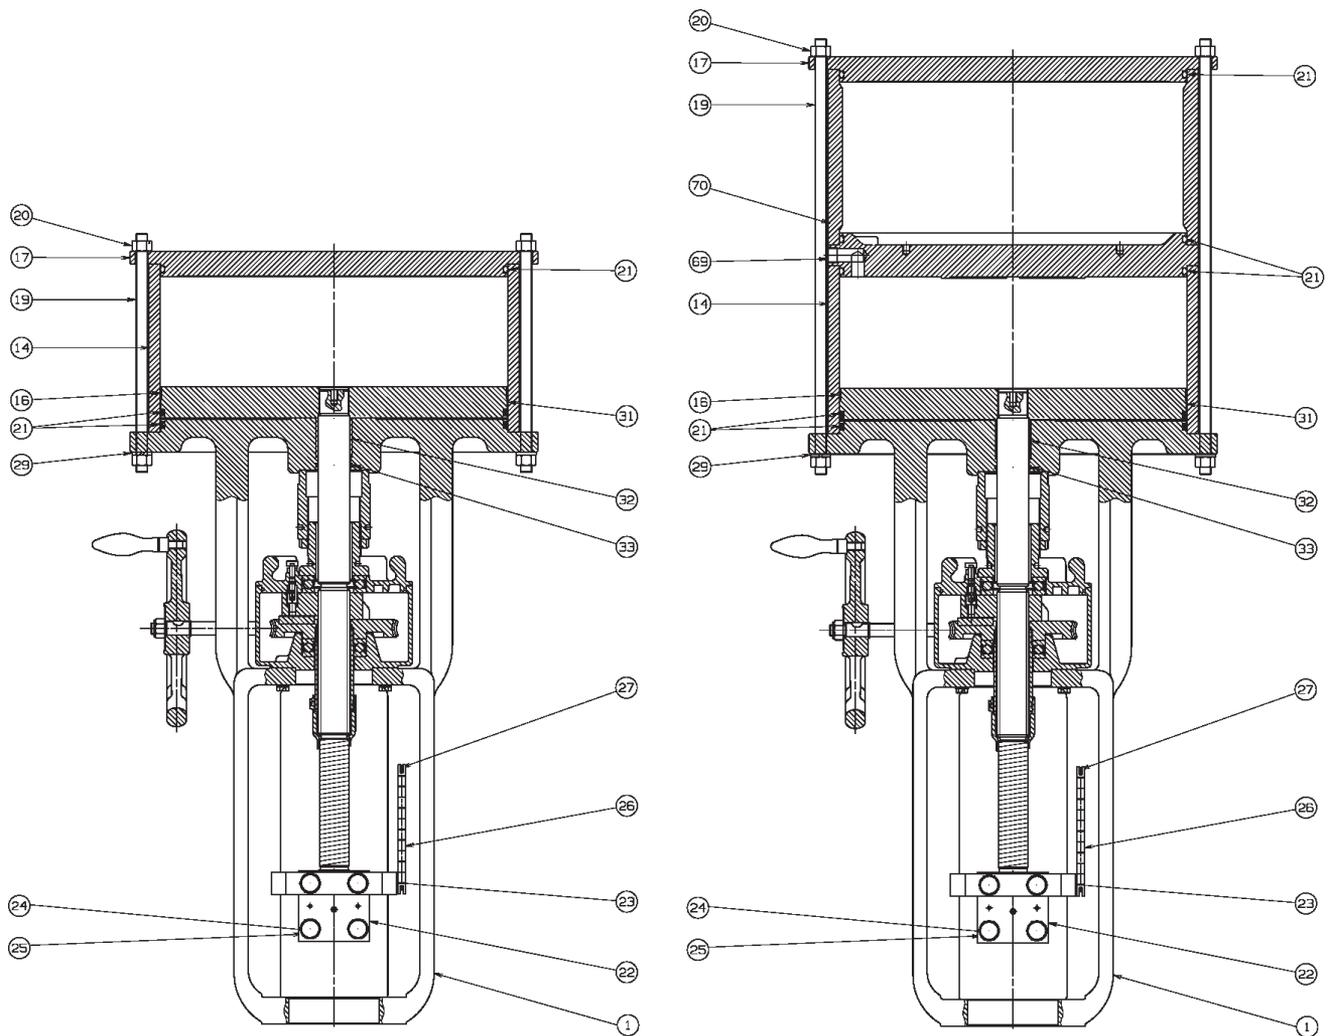
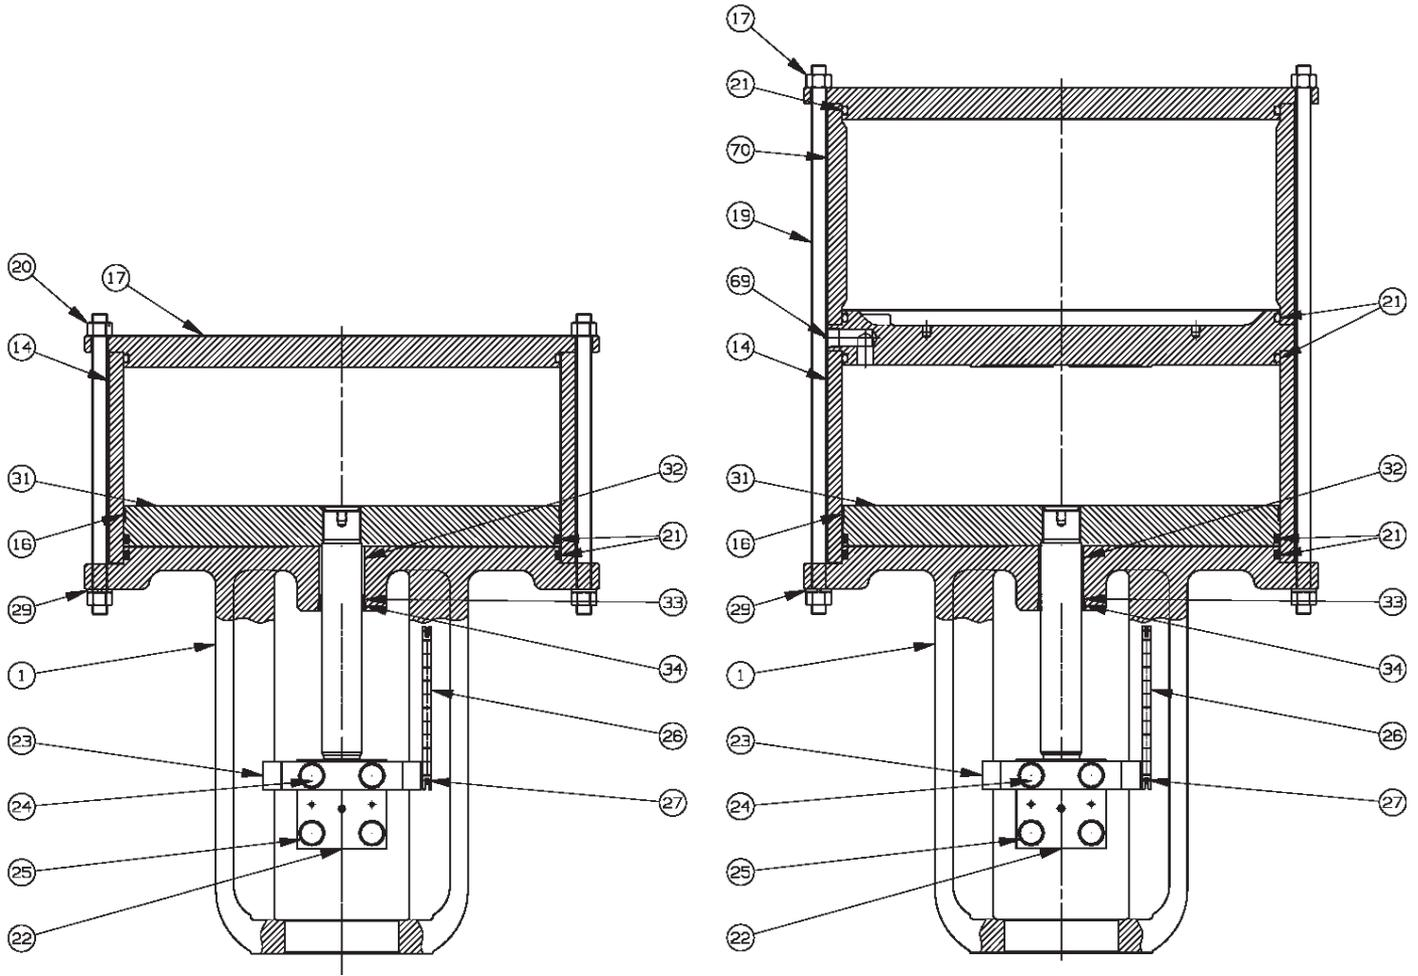

Figure 7 Modèle 51 avec volant, avec/sans chambre de réserve
Figure 8 Modèle 51 sans volant, avec/sans chambre de réserve
2. Déconnectez la tuyauterie d'air de la plaque supérieure (17) et de l'arcade (1), puis assurez-vous de l'absence de pression d'air dans le cylindre (Figure 7 et Figure 8).
2. Coupez l'alimentation d'air de l'actionneur et isolez la pression de procédé de la vanne pour empêcher tout mouvement du clapet (Figure 7 page 19).
3. Déconnectez la tuyauterie d'air de la plaque supérieure (17) et de la plaque de séparation (69), puis assurez-vous de l'absence de pression d'air dans le vérin.
4. Retirez les écrous hexagonaux (20), les rondelles à ressort (29) et les boulons de centrage (19).
- **Avec chambre de réserve** : Retirez la plaque supérieure (17), le tube de chambre de réserve (70), la plaque de séparation (69), le tube de vérin (14), les joints toriques (21), la bague de guidage (16).
- **Sans chambre de réserve** : Retirez la plaque supérieure (17), le tube de vérin (14), le joint torique (21), la bague de guidage (16).
- **Avec piston double effet** : Retirez la plaque supérieure (17), l'écrou de vérin supérieur (20), la rondelle élastique (6), la plaque de piston supérieure (31), la plaque de séparation (69), le tube de vérin inférieur (14), les joints toriques (21) et la bague de guidage (16).
6. Desserrez la vis de serrage (55) de l'adaptateur (54), puis dévissez l'adaptateur (54) du tube entretoise (5).
7. Retirez le sous-ensemble piston (31).
3. Déconnectez la tuyauterie d'air de la plaque supérieure (Figure 8 page 20).
4. Retirez les écrous hexagonaux (20), les rondelles à ressort (29) et les boulons de centrage (19). Dévissez les écrous hexagonaux (20).
5. Retirez la plaque supérieure (17) et le tube de vérin (14), en prenant soin d'éviter tout défaut d'alignement horizontal.